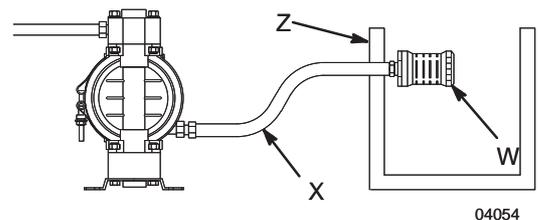

Abb. 2
In der Anlage ist ein Hauptluftventil mit Entlastungsbohrung (B) erforderlich, um Luft abzulassen, die zwischen diesem Ventil und der Pumpe eingeschlossen ist. Siehe **Abb. 2**. Eingeschlossene Luft kann zu unerwartetem Anlaufen der Pumpe führen, was schwere Verletzungen zur Folge haben könnte, einschließlich Spritzern in die Augen oder auf die Haut, Verletzungen durch bewegliche Teile oder Vergiftung durch gefährliche Materialien.
- Die Zubehörteile der Luftleitung wie in **Abb. 2** dargestellt installieren. Diese Zubehörteile an der Wand oder einer Halterung montieren. Sicherstellen, dass die Luftleitung, die das Zubehör versorgt, elektrisch leitfähig ist.
- Der Materialdruck kann auf zwei verschiedene Arten geregelt werden. Um ihn an der Luftseite zu regeln, ist ein Druckluftregler zu installieren (G). Zur Regelung an der Materialseite einen Materialdruckregler (J) in der Nähe der Pumpenauslassöffnung installieren (siehe **Abb. 2**).
- Ein Hauptluftventil mit Entlastungsbohrung (B) in Pumpennähe zum Ablassen eingeschlossener Luft verwenden. Siehe **WARNUNG** oben. Das andere Hauptluftventil (E) vor allen Zubehörteilen der Luftleitung einbauen und zum Isolieren der Zubehörteile während Reinigungs- und Reparaturarbeiten verwenden.
- Der Luftfilter (F) entfernt schädlichen Schmutz und Feuchtigkeit aus der Versorgungsdruckluft.
- Einen elektrisch leitenden, biegsamen Luftschlauch (C) zwischen den Zubehörteilen und dem 1/4-NPT(I)-Luftinlass der Pumpe anschließen. Einen Luftschlauch mit mindestens 6,3 mm (1/4") Innendurchmesser verwenden. Eine Luftschnellkupplung (D) an das Ende des Luftschlauchs (C) anschrauben und das passende Fitting satt in die Lufteinlassöffnung in der Pumpe einschrauben. Die Kupplung (D) noch nicht mit dem Anschlussstück verbinden.
Für das System ist ein Materialablassventil (H) erforderlich, um den Druck im Schlauch zu entlasten, wenn er verstopft ist. Siehe **Abb. 2**. Das Ablassventil vermindert das Risiko von schweren Verletzungen beim Druckentlasten, einschließlich Spritzern in die Augen oder auf die Haut oder Vergiftung durch gefährliche Materialien. Das Ventil in der Nähe der Materialauslassöffnung an der Pumpe einbauen.
- Elektrisch leitfähige Materialschläuche (K) verwenden. Der Materialauslass der Pumpe hat eine Größe von 1/2" oder 3/4". Das Materialanschlussstück fest in den Auslass der Pumpe einschrauben. Nicht zu fest anziehen.
- Einen Materialdruckregler (J) am Materialauslass der Pumpe installieren, um den Materialdruck bei Bedarf zu regulieren (siehe **Abb. 2**). Für eine weitere Methode zur Druckregulierung siehe Abschnitt **Luftleitung**, Schritt 1a.
- In der Nähe der Materialauslassöffnung ein Materialablassventil (H) einbauen. Siehe **WARNUNG** oben.
Bei Membranenriss wird die gepumpte Flüssigkeit mit der Luft abgeleitet. Einen geeigneten Behälter an das Ende der Abluftleitung stellen, um das Material aufzufangen. Siehe **Abb. 2**.
Siehe Ablufführung in **Abb. 2**. Die Abluft ist wie folgt an einen sicheren Ort abzuführen:
1. Den Schalldämpfer (W) aus der Abluftöffnung in der Pumpe ausbauen.
2. Einen elektrisch leitfähigen Abluftschlauch (X) einbauen und den Schalldämpfer an das andere Ende des Schlauches anschließen. Der Abluftschlauch muss einen Innendurchmesser von mindestens 10 mm (3/8") haben. Wenn ein Schlauch mit einer Länge über 4,57 m (15 ft) erforderlich ist, muss er einen größeren Durchmesser haben. Scharfe Biegungen oder Knicke im Schlauch vermeiden.
3. Einen Behälter (Z) an das Ende der Luftleitung stellen, um im Fall eines Membranenrisses Material aufzufangen. Siehe **Abb. 2**.
1. **Abb. 2** und Teilezeichnungen. Die vorhergehenden Schritte 1 bis 8 unter **Starten und Einstellen der Pumpe** ausführen.
2. Öffnen Sie den Luftregler (G).